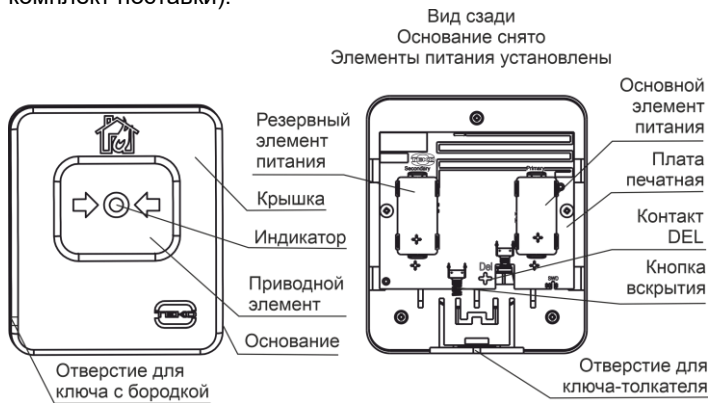

Рисунок 2
5.1 Конструктивно извещатель выполнен в виде блока из ударопрочной пластмассы ярко-красного цвета, состоящего из съемной крышки и основания (рисунок 2). Крышка снимается с основания при помощи ключа с бородкой (входит в комплект поставки).